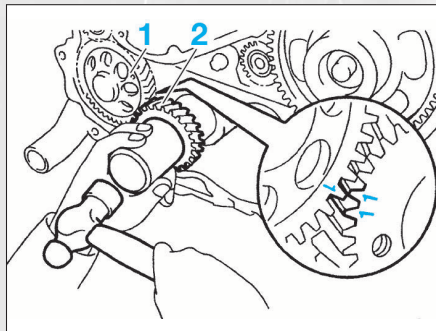

FIG. 41
- poser le pignon de vilebrequin en faisant correspondre les repères d'alignement du pignon de pompe à huile (1) et le pignon de vilebrequin (2) (fig. 41).